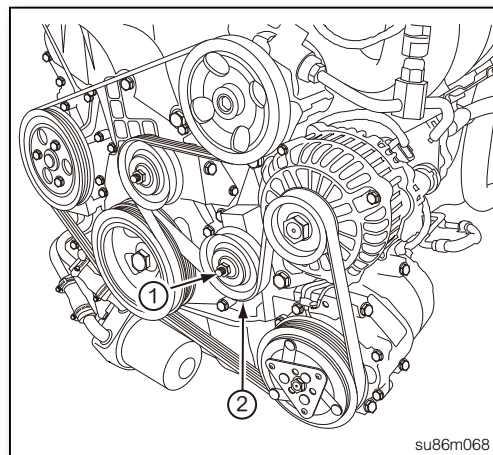

图5
3. 将冷气皮带惰轮固定螺母①放松，然后旋转皮带张紧度调整螺丝②，将皮带放松(如图5)。